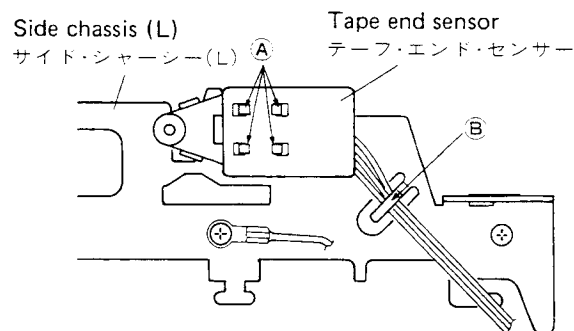

Fig. 2-8
- I. Disengage hooks (A) and hook (B) shown in Fig. 2-8, then remove the tape end sensor from side chassis (L).
- I. Disengage hooks A and hook B shown in Fig. 2-8, then remove the tape end sensor from side chassis (L).
- I. 図2-8 のフックAとフックBを外し、テープ・エンド・センサーをサイド・シャーシー(L)より外す。